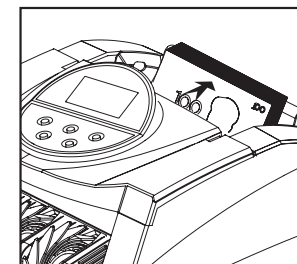

Figura 3
- 2) Împingeți rapid partea superioară a bancnotelor înapoi cu un deget (vezi figura 3) pentru a le face să se sprijine pe partea superioară a plăcii de dozare în poziția corectă de numărare.